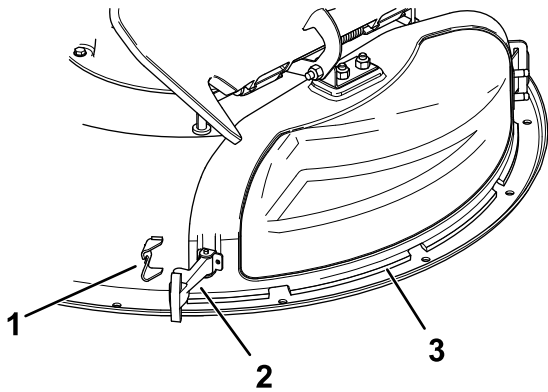

Figura 12
- Suelte el cierre flexible del retén de la tapa de descarga y gire la tapa de descarga hacia la derecha (Figura 12).
6. Sujete la tapa de descarga a la carcasa enganchando el cierre flexible de la tapa de descarga en el retén de la carcasa (Figura 12).